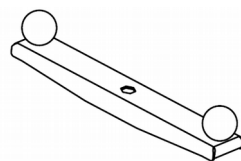

Рис.3 Вороток
4.11. Возможно вращение ножа вручную (без электропривода) с помощью воротка (рис.3), входящего в комплект поставки.